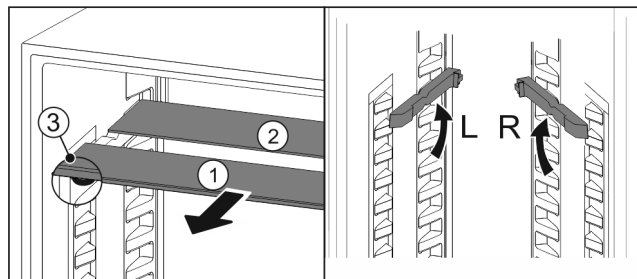

Fig. 100
- estrarre i ripiani di vetro singolarmente tirando in avanti Fig. 100 (1).
- ▷ Il piano in vetro Fig. 100 (1) con il motivo ornamentale è nella parte anteriore.
- ▷ I fermi Fig. 100 (3) sono rivolti verso il basso.